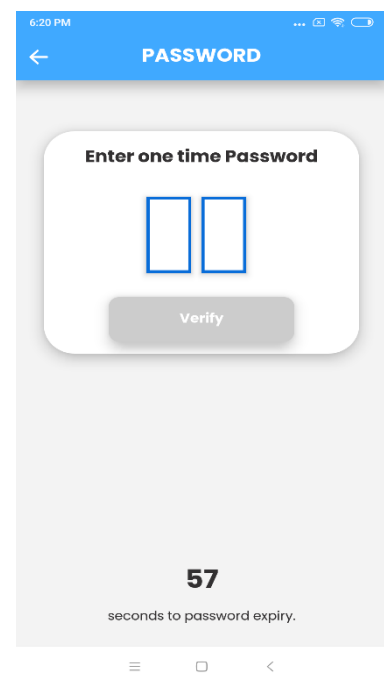

Fig. 3
3. L'application demande alors à l'utilisateur de saisir un mot de passe à usage unique dans un délai d'une minute (Fig. 3). Il s'agit d'un mot de passe à 2 chiffres qui sera affiché sur l'écran tactile. Saisissez-le sur l'écran et cliquez sur "Vérifier" (Fig. 4).